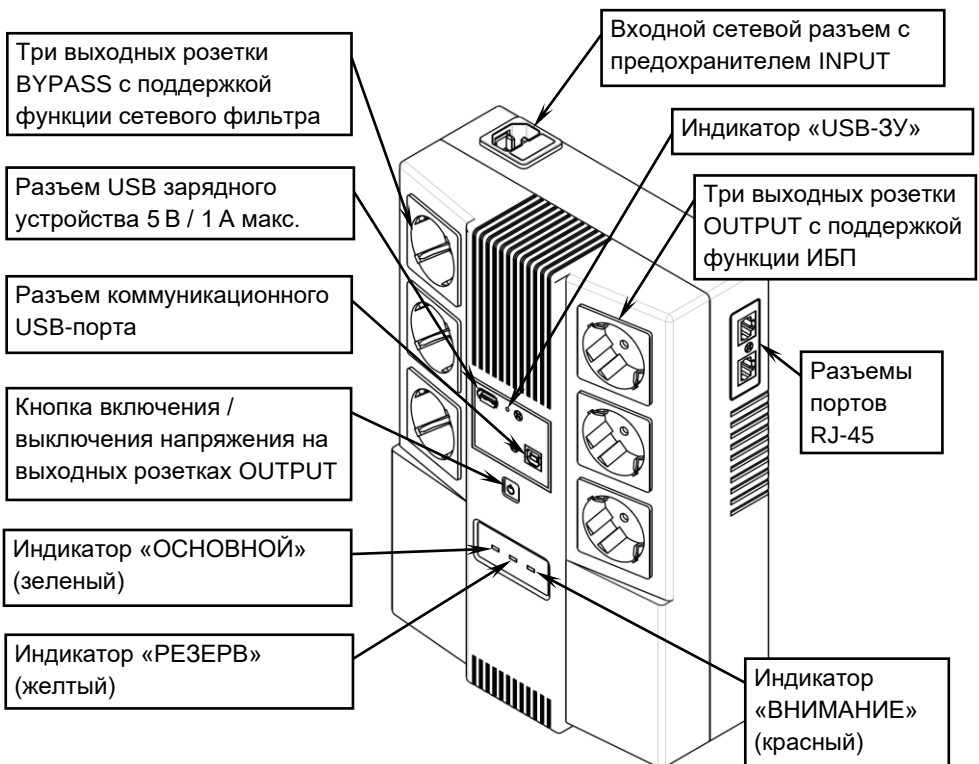

Рисунок 1 — Общий вид изделия спереди
- возможность оперативного выключения/включения напряжения на выходах с функцией ИБП кнопкой, размещенной на передней панели (см. рисунок 1).
Источник имеет (см. рисунок 1):
После подключения изделия к источнику сетевого напряжения (см. раздел УСТАНОВКА И ПОДКЛЮЧЕНИЕ) включается индикатор «USB-3U» (см. рисунок 1), на выходных розетках BYPASS (с функцией сетевого фильтра) появляется выходное напряжение, изделие осуществляет заряд встроенной АКБ, зарядное устройство USB активно.
Включение ИБП осуществляется кнопкой  (см. рисунок 1). После включения, в течение некоторого времени тестируется состояние входного сетевого напряжения, звучит длинный звуковой сигнал, все индикаторы светятся. Если уровень сетевого напряжения находится в допустимом диапазоне, изделие подает выходное напряжение на розетки OUTPUT, индикаторы «РЕЗЕРВ» и «ВНИМАНИЕ» гаснут, индикатор «ОСНОВНОЙ» остается включенным. В противном случае ИБП включается в режим питания от АКБ (режим «РЕЗЕРВ»), индикатор «ОСНОВНОЙ» гаснет, а индикатор «РЕЗЕРВ» остается включенным. Зарядное устройство USB остается активным.
Подключение изделия следует выполнять при отключенном сетевом напряжении питания в следующей последовательности (см. рисунок 1):